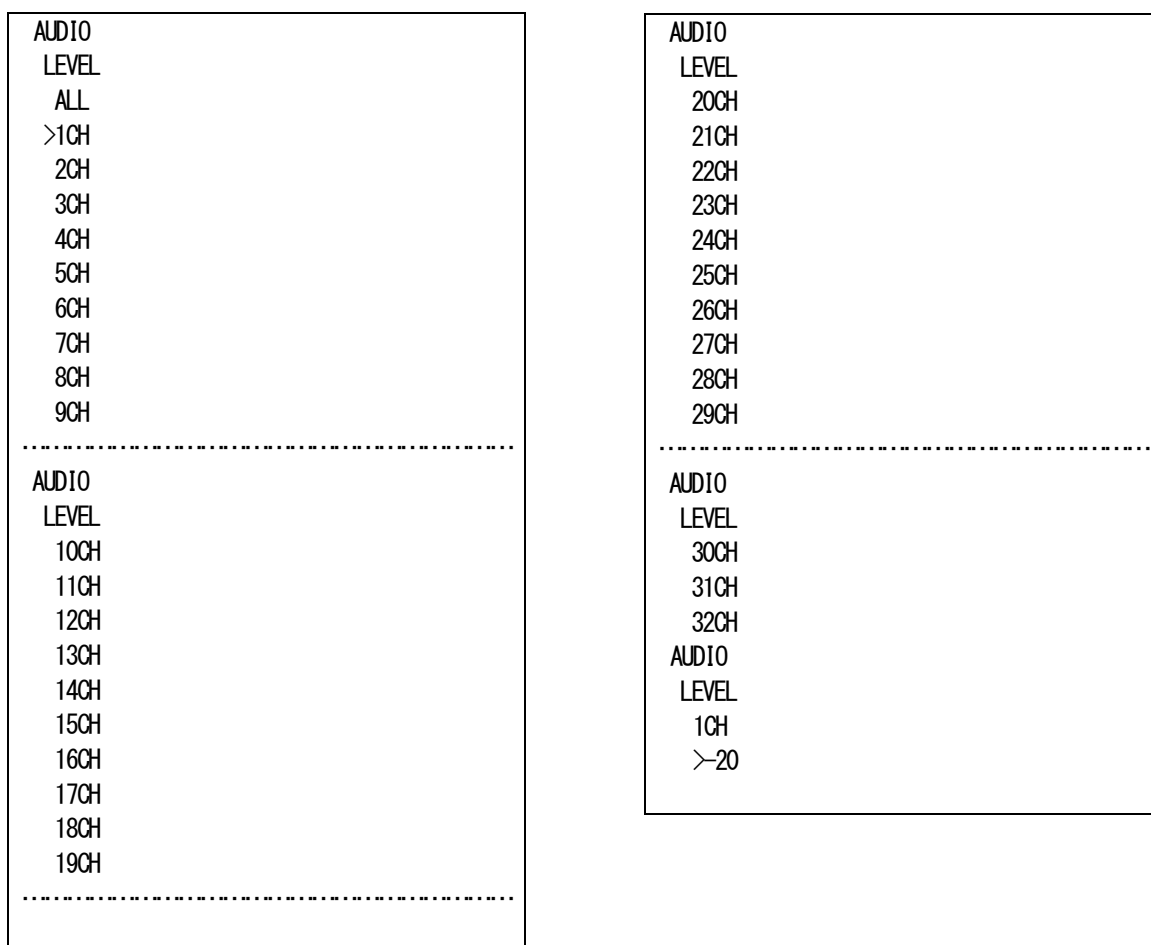

図4-44 オンスクリーンメニュー(LEVEL例)
- 1)AUDIOメニューで「LEVEL[LEV]」を選択し、**ENTER**ボタンを押すと図4-44のような設定メニューが表示されます。